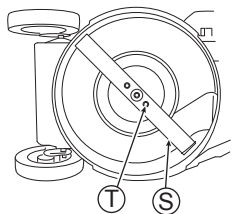

Fig. 33
2. Si la lame (S) ou ses vis de montage (T) sont "usés", "cassés" ou "déformés", remplacez-les par des pièces neuves correspondant à nos spécifications.
3. Vérifiez que les vis de montage de la lame (T) sont bien serrées au couple de serrage spécifié. (Voir Fig. 33)
2. Serrez complètement les vis de montage de la lame (T) à la main.
4. Vérifiez que les vis de montage de la lame (T) sont bien serrées au couple de serrage spécifié. (Voir Fig. 33)